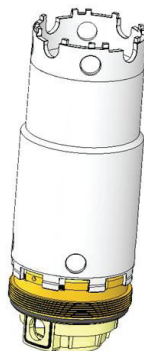

Abb. 4
- 2.13. Mit dem Montageschlüssel die Messkapsel ins UPT führen (Abb. 4).